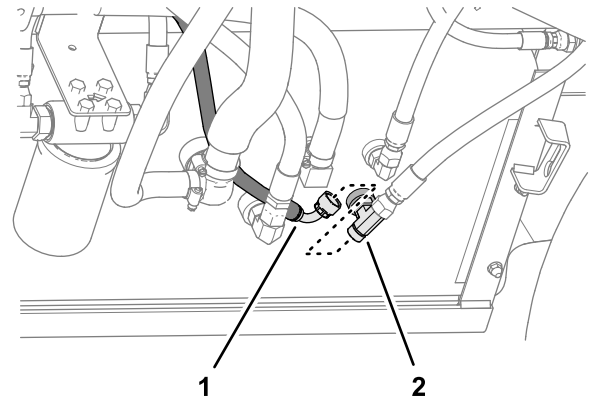

**Figure 130**
5. Déposez le joint torique qui se trouve sur le raccord en T du réservoir hydraulique (Figure 130).
6. Posez un nouveau joint torique 12,4/1,8 mm dans la rainure du raccord en T (Figure 130).